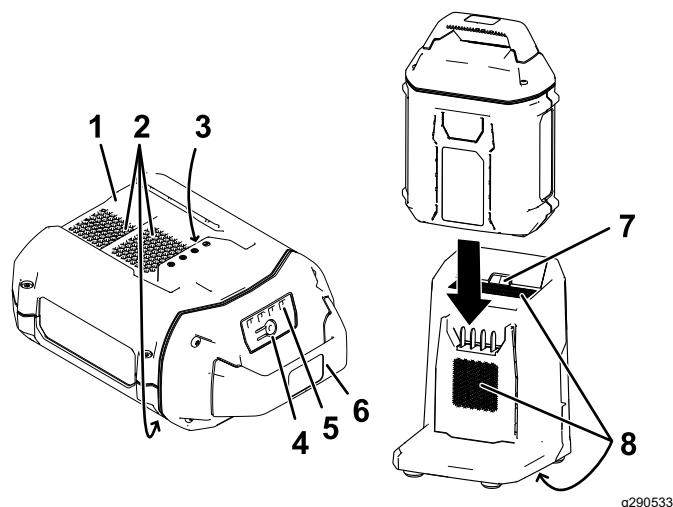

Figura 13
2. Alinee el hueco de la batería (Figura 13) con la lengüeta del cargador.
3. Introduzca la batería en el cargador hasta que esté completamente asentada (Figura 13).